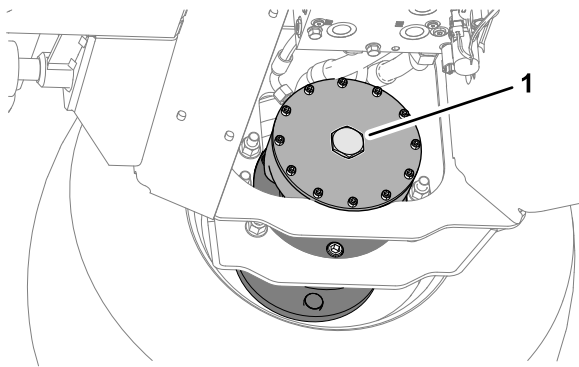

Figure 38
2. Remettez en place le bouchon hexagonal dans la plaque d'extrémité du moteur (Figure 38).